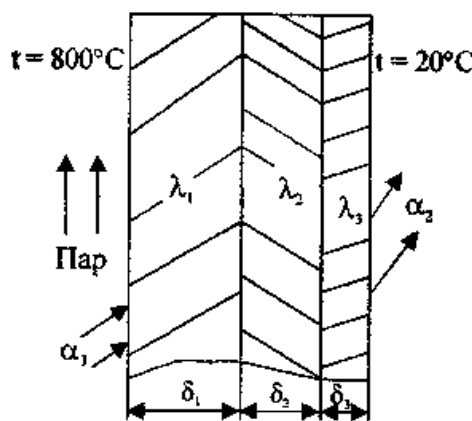

Рисунок 7.3
**Задача 7.3.** Определить плотность теплового потока, проходящего через трехслойную стенку сушильной камеры (рисунок 7.3). Первый слой толщиной 300 мм выполнен из кирпича с  $\lambda_1 = 0,6 \text{ Вт/(м}\cdot\text{К)}$ , второй слой - из строительного войлока толщиной 200 мм с  $\lambda_2 = 0,05 \text{ Вт/(м}\cdot\text{К)}$  и третий слой - из асбеста толщиной 50 мм с  $\lambda_3 = 0,1 \text{ Вт/(м}\cdot\text{К)}$ . Определить также температуру внутренней и наружной поверхностей сушильной камеры, если через камеру проходит пар с температурой  $800^{\circ}\text{C}$ , а снаружи камера охлаждается воздухом с температурой  $20^{\circ}\text{C}$ . Коэффициент теплоотдачи от пара к стенкам камеры  $\alpha_1 = 100 \text{ Вт/(м}^2 \cdot \text{К)}$ , а от наружной стенки к воздуху -  $\alpha_2 = 50 \text{ Вт/(м}^2 \cdot \text{К)}$ .